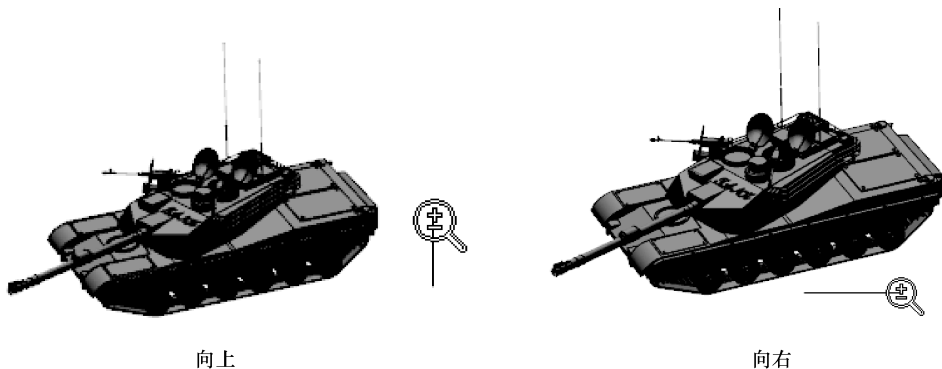

图 1-26 缩小视图
- 04 在图 1-26 中，选择一个缩放点，然后鼠标向上或向左平移，随着橡皮筋的拉长，视图被逐步缩小。